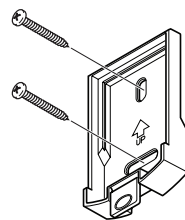

Figure 3
2. Placez la plaque de montage sur la surface de montage en vous assurant qu'elle est bien de niveau. Marquez l'emplacement des trous (voir la Figure 3).